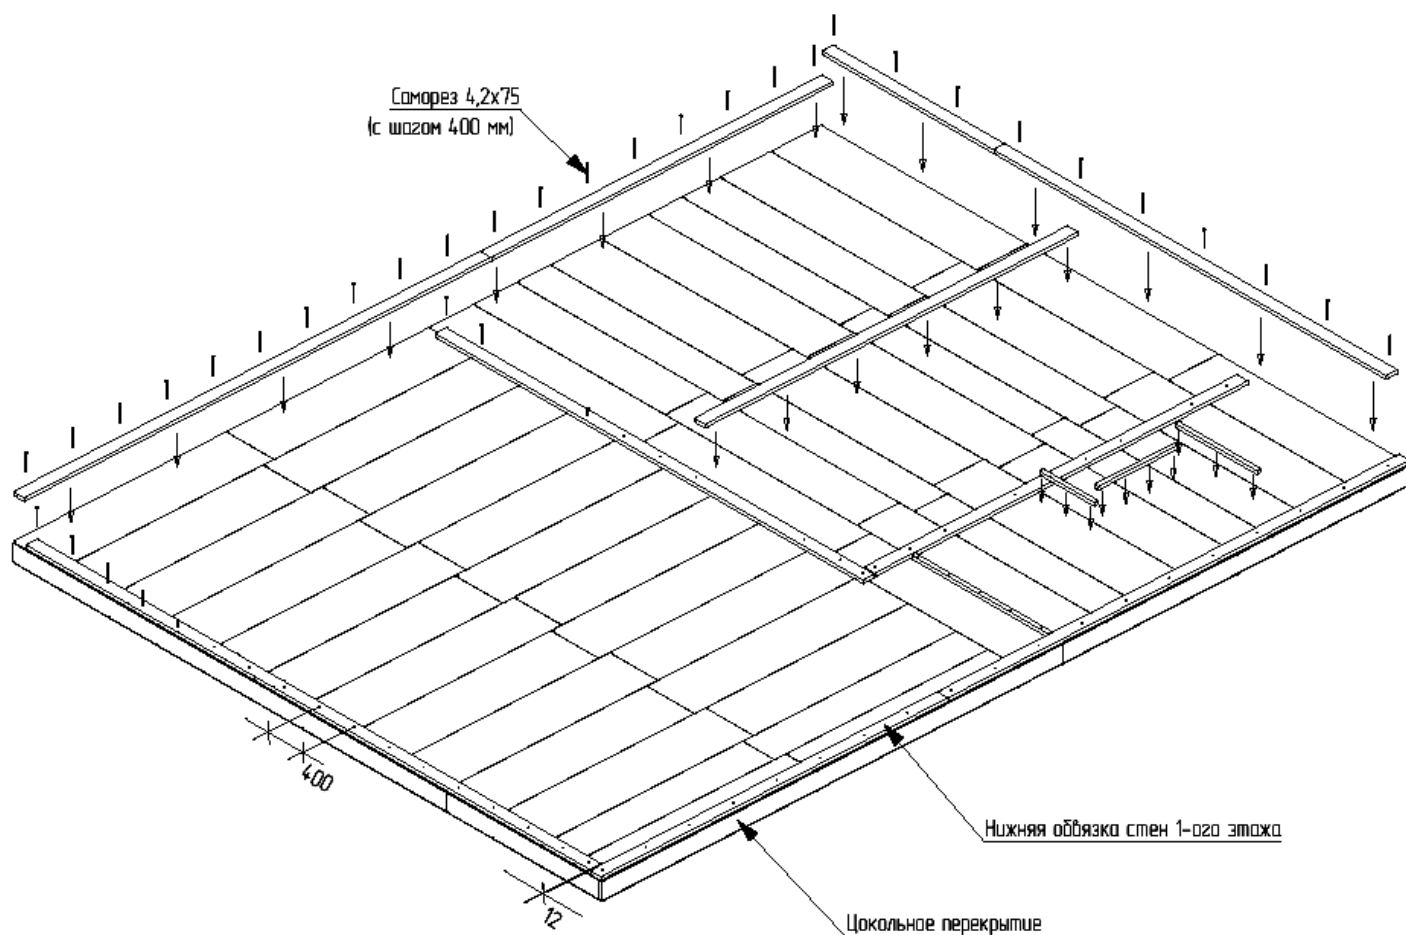

Рис. 7: Монтаж нижней обвязки стен.
8. Следующим этапом сборки дома идет сборка стен первого этажа. В первую очередь в соответствии с предварительно разработанной схемой монтажа укладывается нижняя обвязка стен первого этажа (Рис. 7). При этом надо обратить внимание, что между обвязками остаются зазоры равные по величине толщине OSB SIP-панелей, что обязательно должно быть отражено на схеме монтажа. Установку нижней обвязки следует проводить очень внимательно, т.к. при отклонениях от схемы монтажа возникнут проблемы при дальнейшей сборке стен. Нижняя обвязка крепится к цокольному перекрытию саморезами 4,2x75 с шагом не более 400 мм.